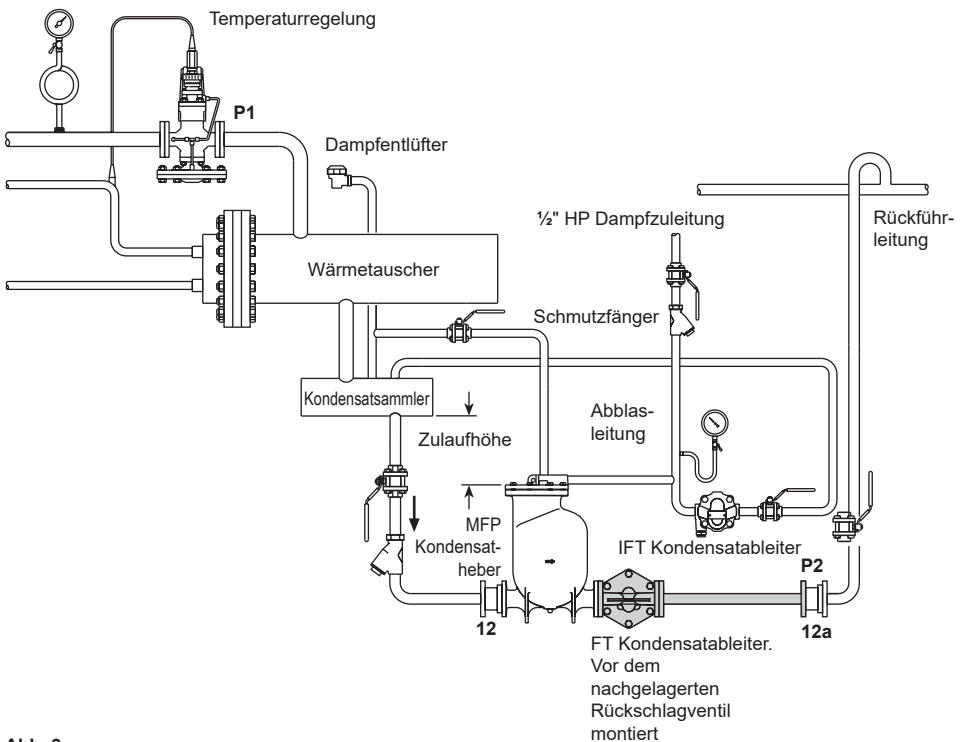

Abb. 9
- Sobald der Gegendruck gegen den Kondensatheber niedriger als der Druck in der zu entleerenden Anlage ist, müssen ein passend bemessener Schwimmer und ein thermischer Kondensatableiter zwischen dem Kondensatheber und dem Rückschlagventil am Austritt installiert werden, wie in Abb. 9 dargestellt.